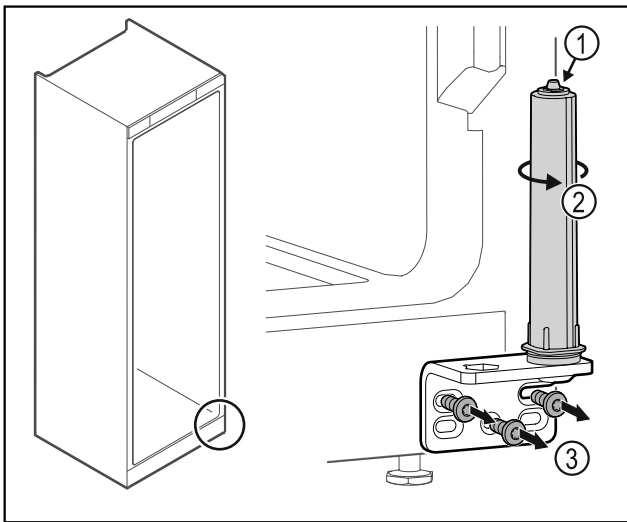

Fig. 30
- Non disassemblare il sistema di chiusura della porta Fig. 30 (1).
- ▶ Ruotare il sistema di chiusura Fig. 30 (2) finché non si innesta con un clic.
- ▶ Svitare la cerniera angolare Fig. 30 (3).